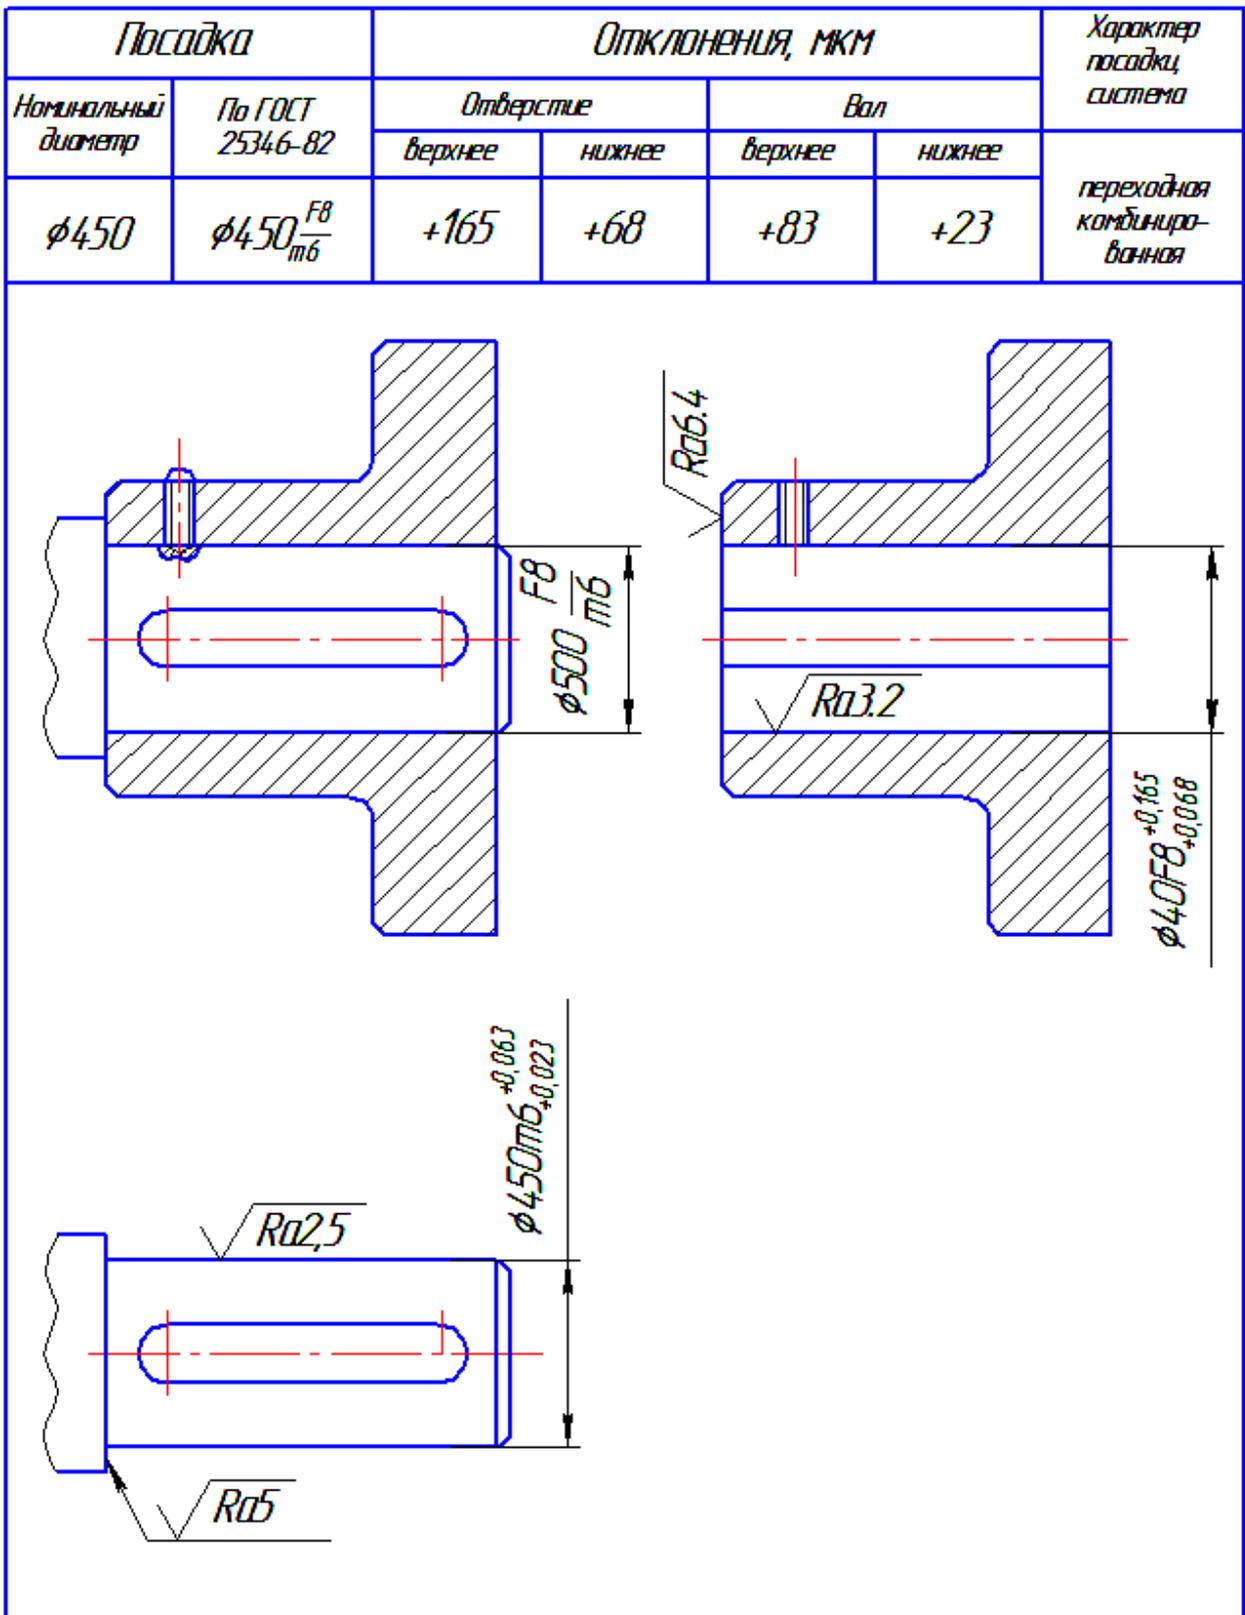

Рис.6. Шаблон чертежа переходной посадки
9. Заполненный шаблон чертежа представлен на рис. 6.